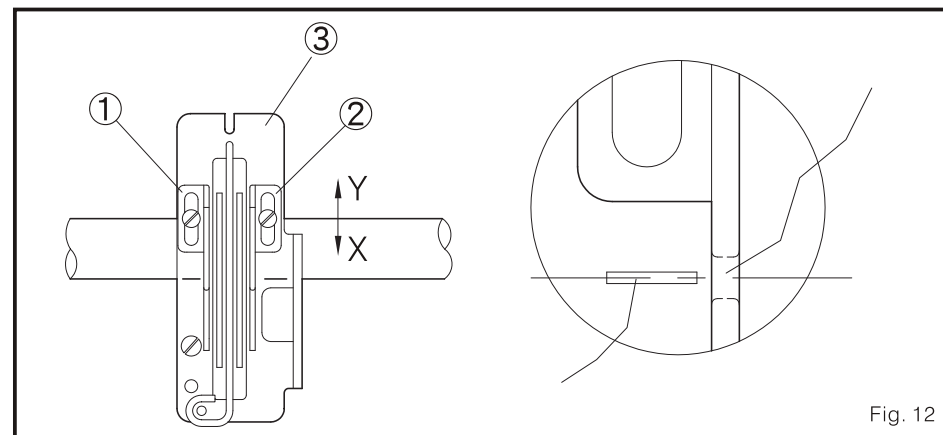

Fig. 12
1. o buraco para o fio da lâmina controle do looper 1 E 2 deve ser alinhado com a marca na lâmina apóia 3. Esta é a posição standard. (Fig. 12)